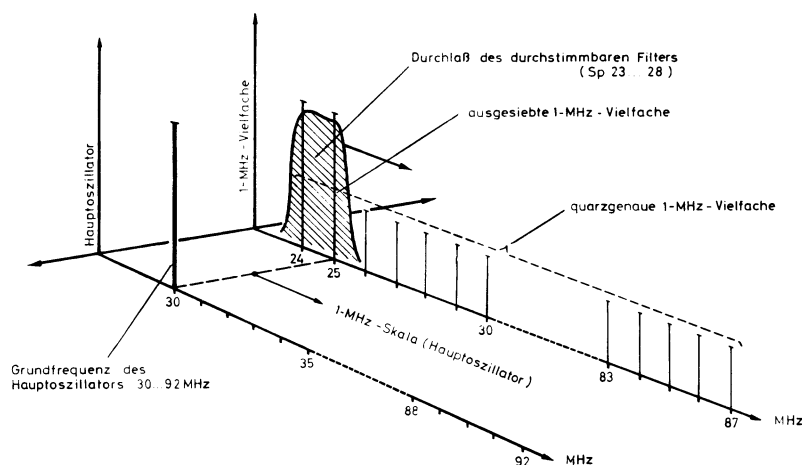

Bild 4: Mischung der Hauptoszillatorfrequenz (30 MHz) mit quartzgenauer Frequenz (25 MHz)
Z.B. bei Stellung "0" der 10-kHz-Skala schwingt der Nebenoszillator auf 4,7 MHz; dabei ist gleichzeitig das variable, mit der 10-kHz-Skala gekoppelte Filter (Sp 14, Sp 15) auf 5 MHz abgestimmt. Setzt man voraus, daß der Hauptoszillator auf einen ganzzahligen MHz-Wert synchronisiert ist, so bilden sich nach der 2. Mischstufe (V 11) 300 kHz, die bei auf "0" gestellter Feinabstimmung Regelspannung Null hervorrufen (Bild 4).